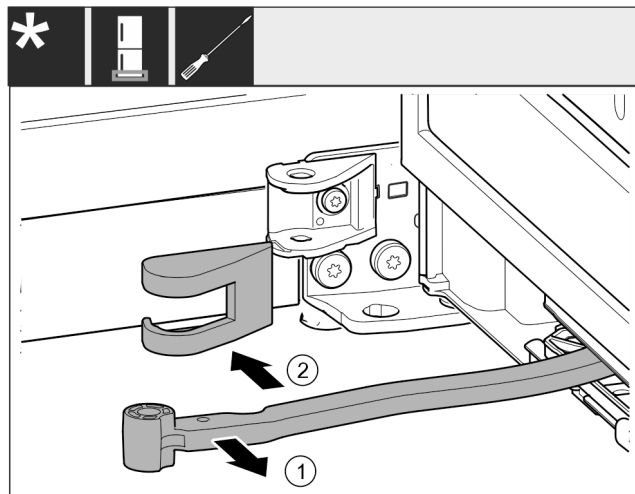

Fig. 16
- ▶ Okrenite zglob Fig. 16 (1) u smjeru vrata.
- ▶ Skinite pokrov podloška ležaja Fig. 16 (2).